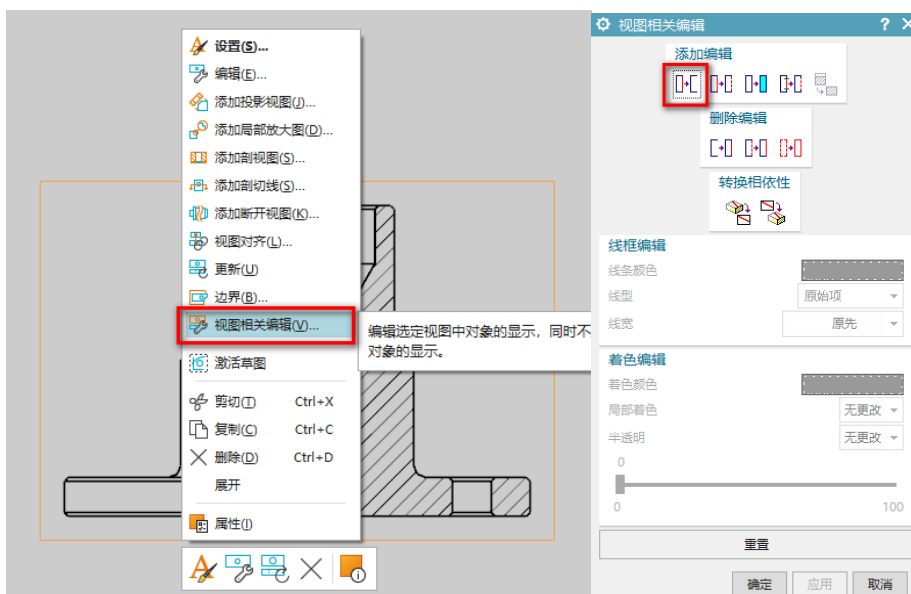

图 7
2、使用视图相关编辑功能，将中间的多余线条删除，只保留中间点划线，结果如图 7 所示：